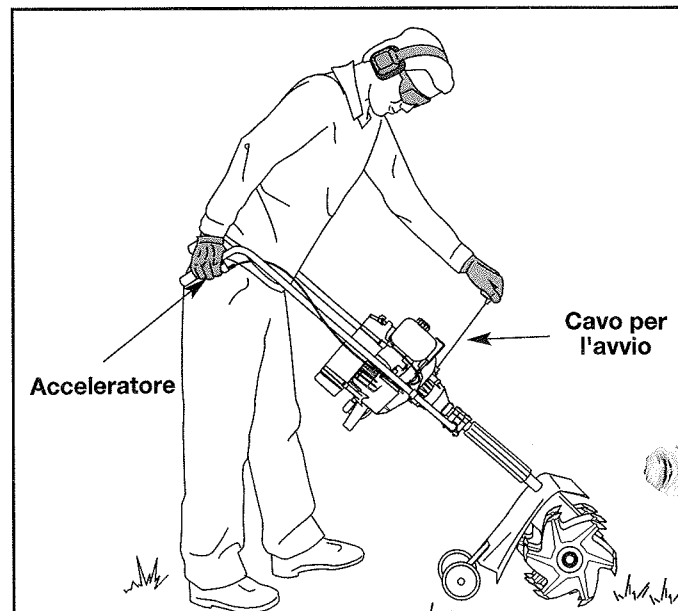

Fig. 17
5. Mentre si preme sul comando dell'acceleratore per aprirlo completamente (massimo), afferrare il cavo di avviamento e tirare con decisione (fig. 17). Continuare a tirare fino a quando sembra che il motore stia per partire (occorrono normalmente da 2 a 5 strappi).
7. Per avviare il motore tirare con energia il cavo per l'avvio da 1 a 3 volte (Fig. 17).
1. Lasciare l'acceleratore (Fig. 17). Lasciare che il motore si raffreddi girando al minimo.